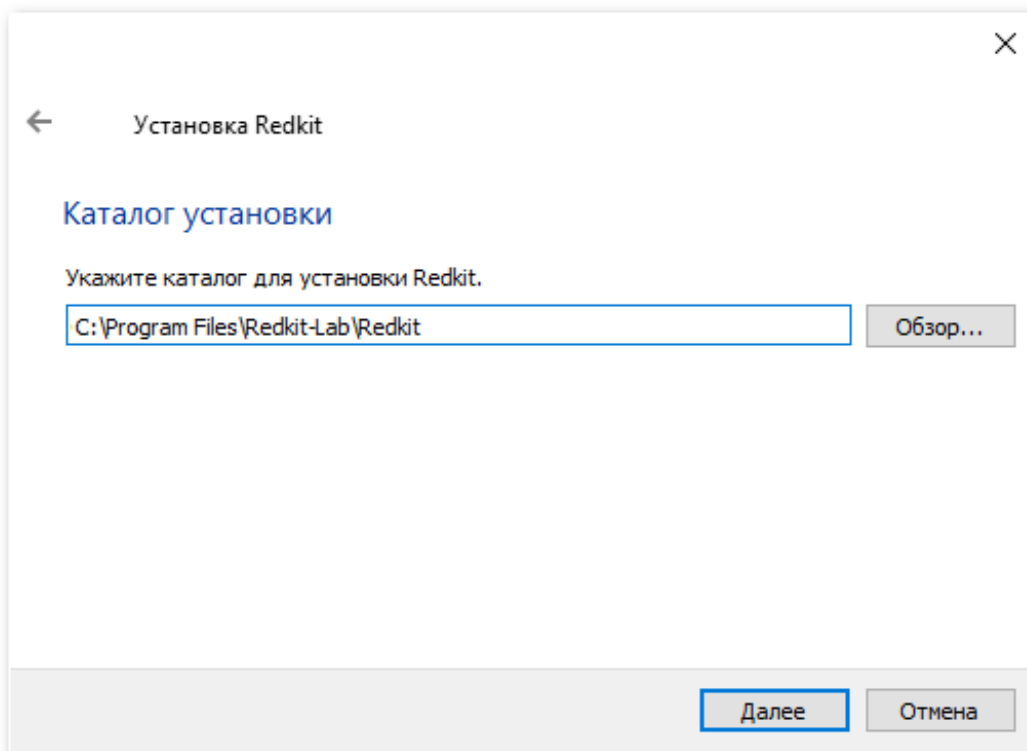

Рисунок 18 - Установка Redkit
3. Выберите каталог для установки и нажмите **Далее** (Рисунок 18).